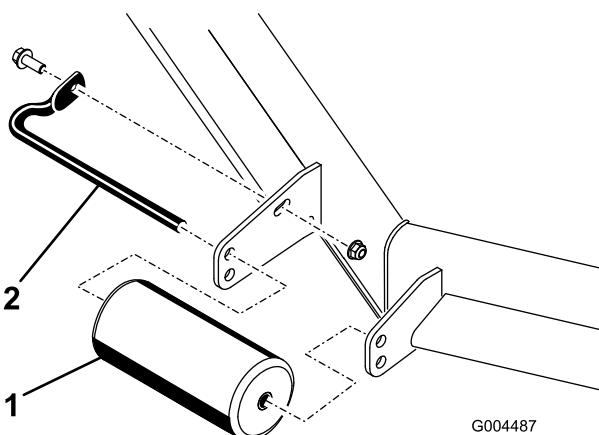

Figura 13
1. Retire el tornillo y la tuerca que fijan el eje del rodillo al soporte de la plataforma (Figura 13).